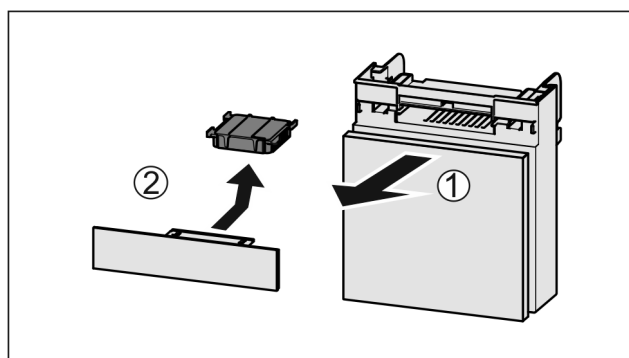

Fig. 155
- Extraire le compartiment par l'avant Fig. 155 (1).
- Sortir le filtre à charbon actif Fig. 155 (2).